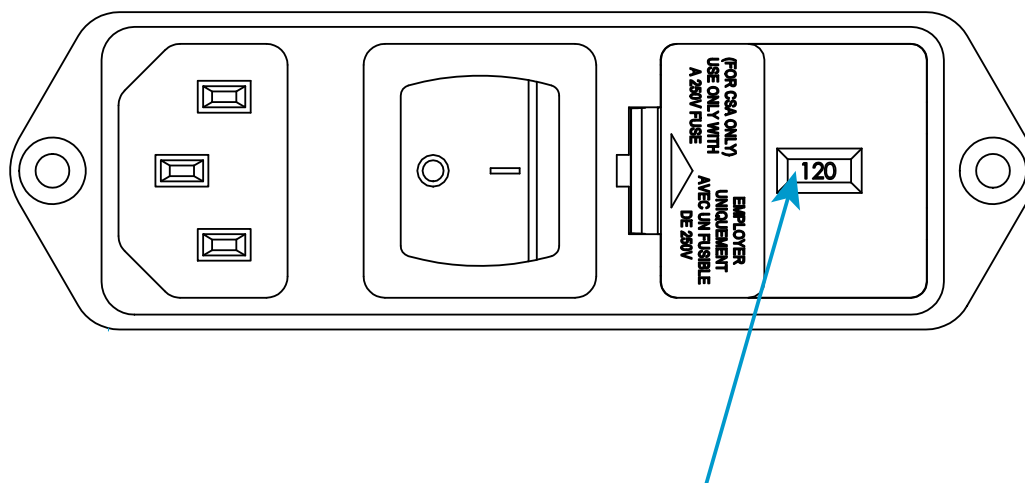

Figure 4. Connecteur d'alimentation électrique avec réglage de tension
2. Inspectez le connecteur d'alimentation et consultez Figure 4 à la page 38. La tension indiquée dans la Figure 4 est de 120 V.
7. Remontez le porte-fusible dans le connecteur. Vérifiez que la goupille indique le réglage de tension souhaité. Voir Figure 4 à la page 38 pour référence.